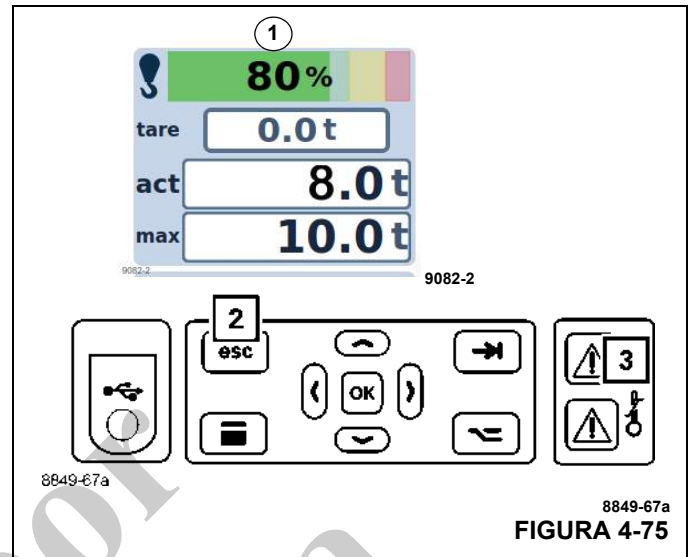

FIGURA 4-75
- Suena un tono intermitente del zumbador. Después de cinco segundos, puede apagar el tono del zumbador utilizando el botón (2, Figura 4-75).
- La luz (3) se ilumina.
- La pantalla (1) muestra el grado de utilización actual; por ejemplo, 80 % de la barra es de color verde.